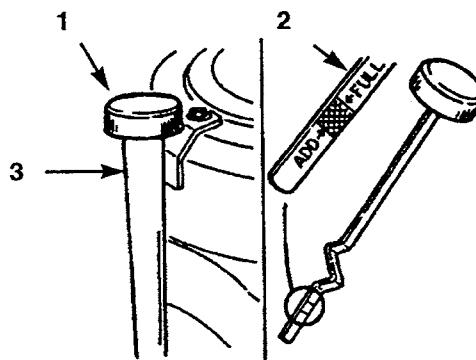

Figure 17
3. Nettoyer la surface autour de la jauge d'huile (Fig. 17) pour éliminer les saletés qui pourraient tomber dans le trou de remplissage et endommager le moteur.
4. Dévisser la jauge et essuyer la tige sur un chiffon propre (Fig. 17).
5. Revisser la jauge à fond dans le tube de remplissage (Fig. 17), puis la retirer à nouveau et vérifier le niveau sur la tige. Si le niveau est bas, verser doucement suffisamment d'huile dans le tube de remplissage pour atteindre la marque FULL (PLEIN).
6. Verser approx. 80% de la quantité d'huile spécifiée dans le tube de remplissage (Fig. 17), puis contrôler le niveau; se reporter à la section *Contrôle du niveau d'huile*.